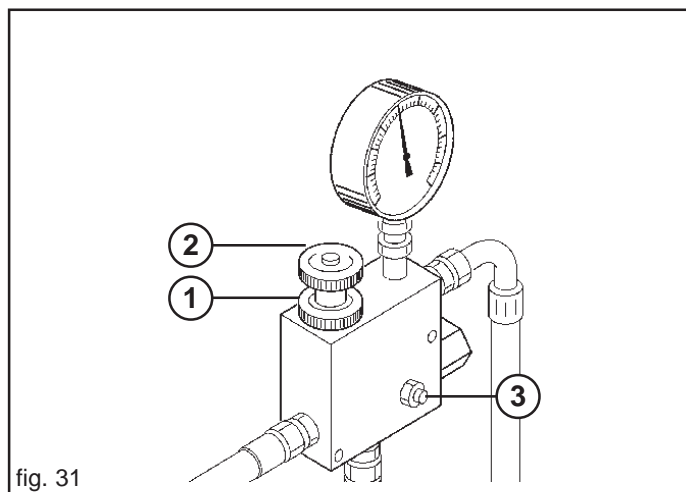

fig. 31
Se es necesario aumentar incrementar el número de revoluciones de la toma para la distribución de abono mayor, moviendo con prudencia y atención como sigue (Fig. 31):
b) desde el pomo (1, Fig. 31);
c) girar en sentido horario o antihorario el pomo (2, Fig. 31) para disminuir o aumentar la presión y variando el número de revoluciones de la toma.